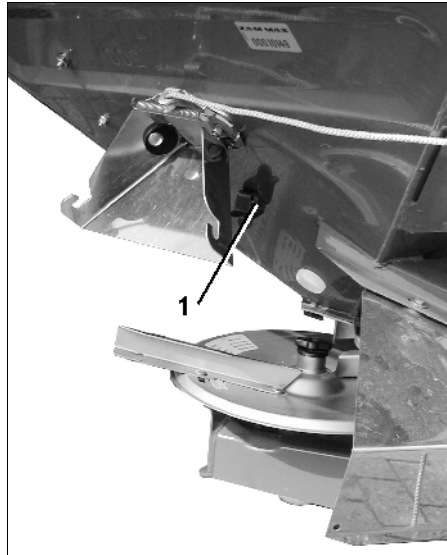
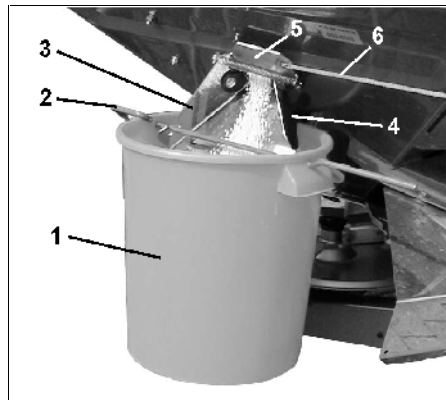

Fig. 34
Fig. 35
- Auffangbehälter (Fig. 35/1) mittels Bügel (Fig. 35/2) an der Auslaufrutsche (Fig. 35/3) einhängen. Auffangbehälter in Klemmvorrichtung (Fig. 35/4 u. Fig. 34/1) einrasten.
- Seitenschieber (Fig. 35/5) von Auslaufrutsche ca. 5 sec. mittels Seil (Fig. 35/6) vollständig öffnen (um gleichmäßigen Düngerfluss zu gewährleisten). Hiernach die aufgefangene Düngermenge in den Streuer zurückschütten.